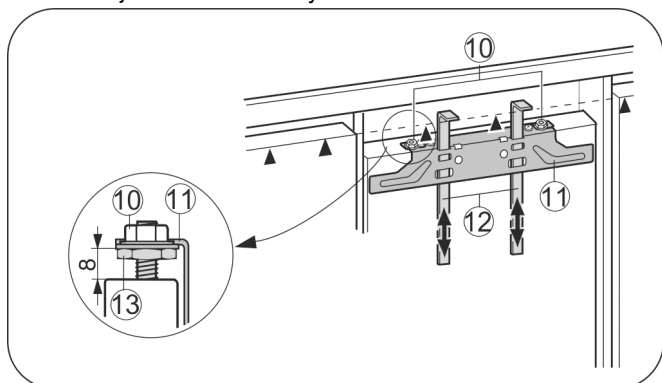

Fig. 25
- ▶ Montážne pomôcky Fig. 25 (12) presuňte hore do výšky nábytkových dverí. Spodná hrana dorazu ▲ montážnej pomôcky = vrchná hrana montovaných nábytkových dverí.
- ▶ Upevňovaciu traverzu Fig. 25 (11) nad poistnými maticami Fig. 25 (10) odskrutkujte.